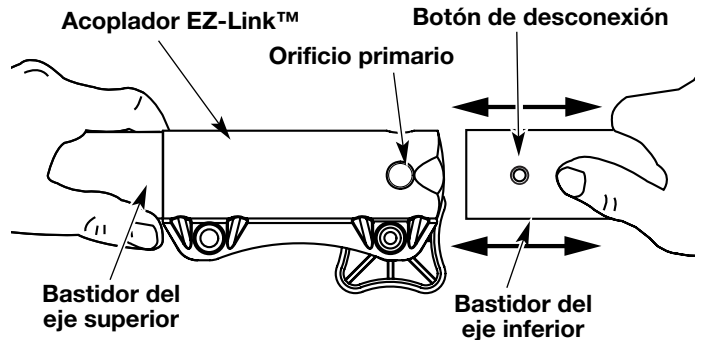

Fig. 20
2. Mientras sostiene el accesorio con firmeza, empújelo en línea recta en el acoplador EZ-Link™ (Fig. 20).